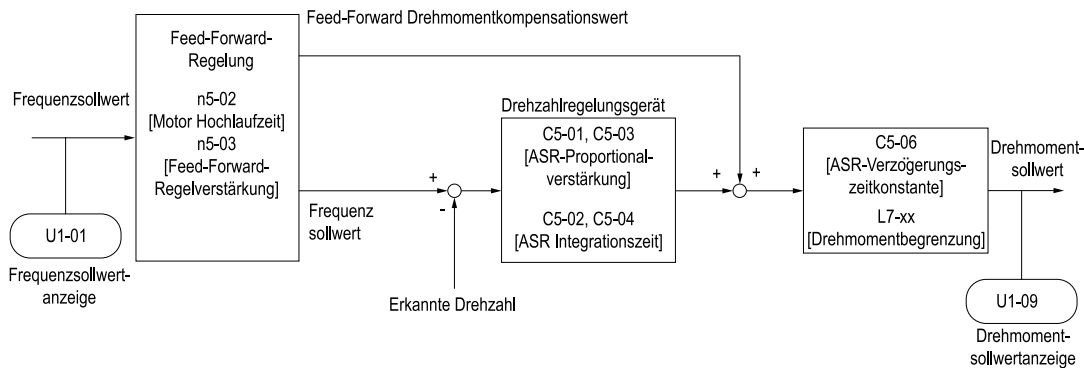

Abbildung 12.131 Konfiguration der Feed-Forward-Regelung
Erhöhen Sie die Werte von *C5-01* und *C5-03* [ASR-Proportionalverstärkung], um Feed-Forward-Regelung auf Maschinen mit geringer Starrheit anzuwenden, bei denen es zu Pendeln und Vibrationen kommen kann, oder auf Maschine mit hoher Trägheit. Weitere Informationen über Parameter, die mit der Feed-Forward-Regelung verbunden sind, finden Sie in Abbildung 12.131.
- Wenn Trägheitstuning nicht möglich ist, stellen Sie die Parameter für die Feed-Forward-Regelung entsprechend Abbildung 12.131 manuell ein.